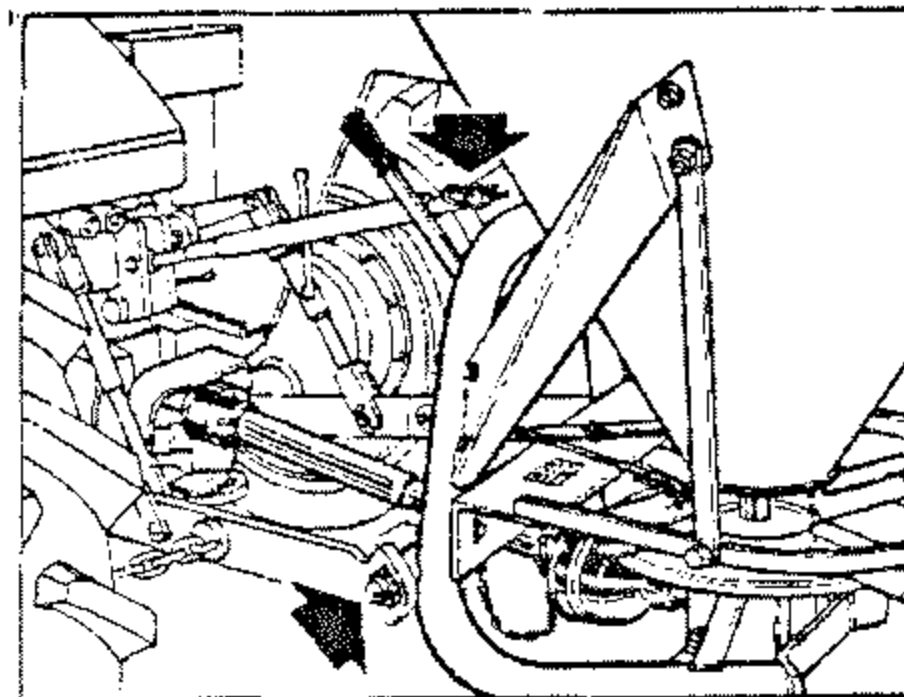

Fig.10
7.1 APPLICAZIONE AL TRATTORE (Fig.10)
7.1 TRACTOR CONNECTION (Fig.10)